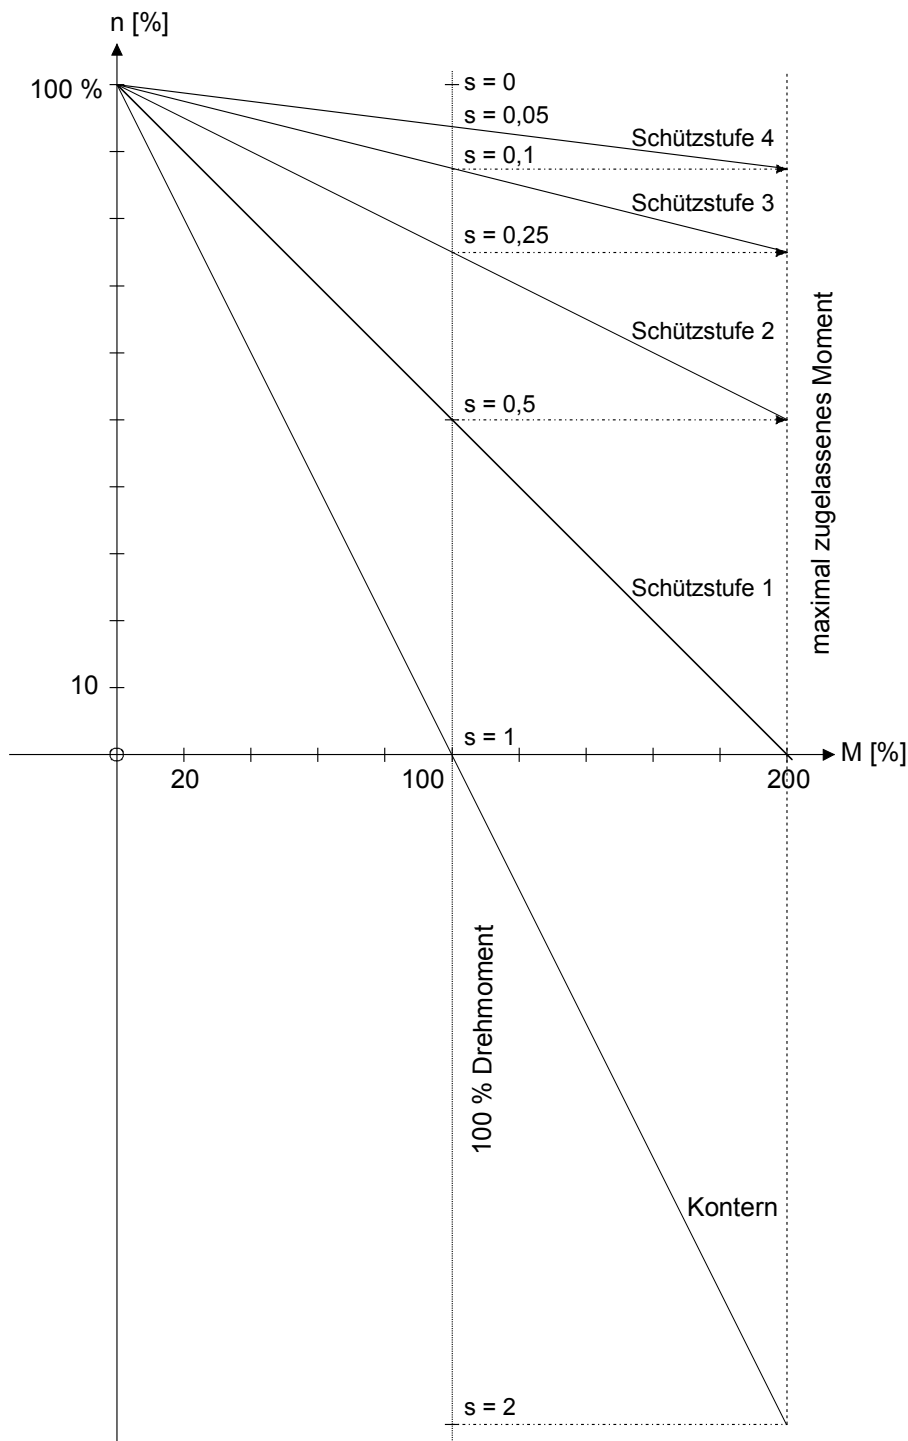

Bild 2, Drehzahl-Drehmoment-Diagramm mit 4 Schützstufen
Anmerkungen zum Bild 2
- s: Schlupf, siehe Bild 2, Drehzahl-Drehmoment-Diagramm.
Die Anmerkungen zu Bild 2 gelten sinngemäß.